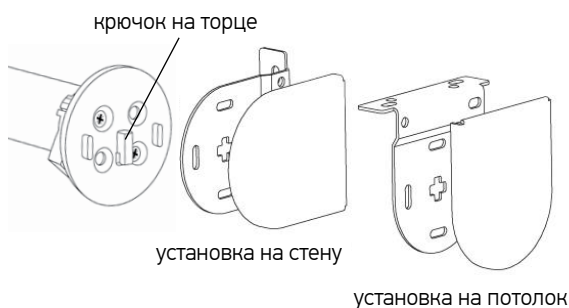

Рис. 4. Установка изделия в кронштейны
4. Установить фиксатор (1) на один конец троса (2) и закрутить винт. Вставить свободный конец троса в паз кронштейна для боковой фиксации и продеть его до конца. Повторить операцию со вторым тросом.
5. Продеть тросы через крышки (3) в рейке нижней с двух сторон.
- при монтаже на стену разметить предполагаемые места установки опор-кронштейнов (6) для боковой фиксации;
- при монтаже на пол/потолок разметить предполагаемые места установки опор (5) для боковой фиксации.
9. Вставить фиксаторы в крышки опор (4), крышки опор вставить в опоры.
10. Вставить трубу в кронштейн со стороны вывода провода таким образом, чтобы крючок на торце был направлен вертикально вниз (Рис.4). Вставить изделие во второй кронштейн с другой стороны. Для модели ДЕНЬ-НОЧЬ сначала устанавливать дальнее изделие, затем ближнее.